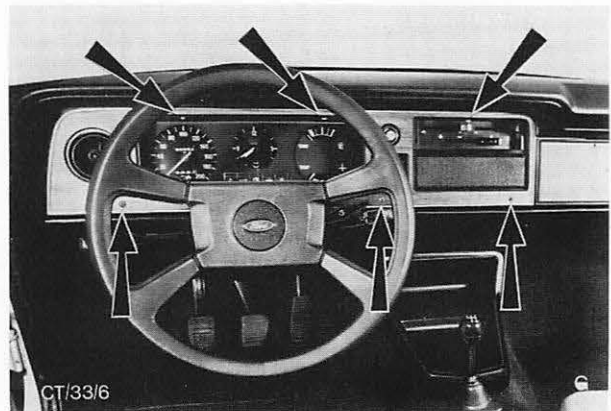

Abb. 5 Lage der 6 Befestigungsschrauben — Kombiinstrument
6. Befestigungsschrauben des Kombiinstrument und der Blende entfernen (3 Schrauben oben, 3 unten), Abb. 5.
7. Blende kompl. nach außen von der Instrumententafel wegziehen, hinter die Blende greifen und zwei Mehrfachstecker durch Zusammendrücken der seitlichen Arretierungen von der Rückseite des Kombiinstrument abschließen. Kabel (3) vom Zigarettenanzünder abklemmen (davon ist ein Kabel für die Beleuchtung des Zigarettenanzünders). Mehrfachstecker von den Schaltern für Warn-Blink-Anlage und heizbare Rückwandscheibe, falls eingebaut, abschließen, Abb. 5 a.
11. Kabel (3), eins mit Lampenfassung, am Zigarettenanzünder anschließen. Falls erforderlich, Mehrfachstecker an den Schaltern für Warn-Blink-Anlage und heizbare Rückwandscheibe anschließen.
12. Kombiinstrument und Blende fest andrücken und zu den Schraubenbohrungen ausrichten. Anschließend mit 6 Schrauben befestigen, Abb. 5
Abb. 5 a Mehrfachstecker von der Rückseite der Schalter abziehen